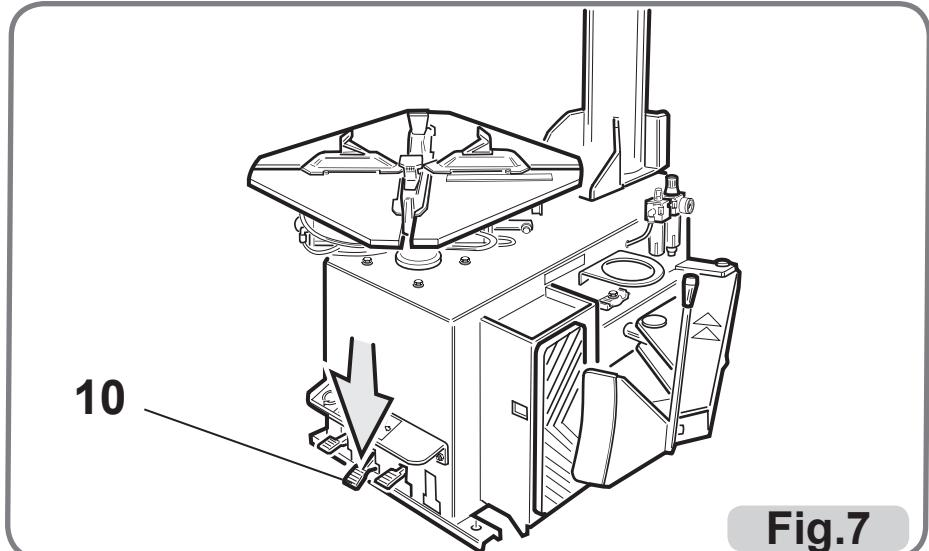

Fig.7
Avant de raccorder les circuits électrique et pneumatique, contrôler que la machine se présente bien comme sur la figure 7, et que la pédale (10) est pressée à fond.